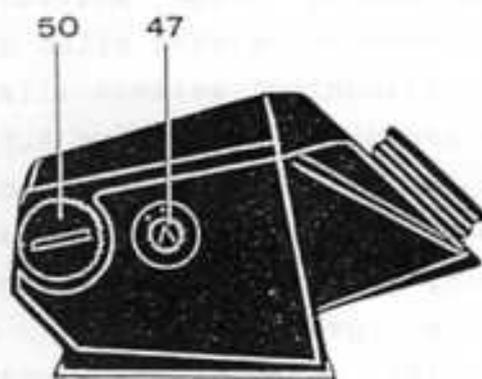

Fig. 18
tutto (fig. 18) va poi infilato nell'alloggiamento (50).
Attivare il dispositivo di misurazione ruotando l'interuttore (47 in fig. 18) verso destra, finché la freccia sia in corrispondenza con il punto verde.